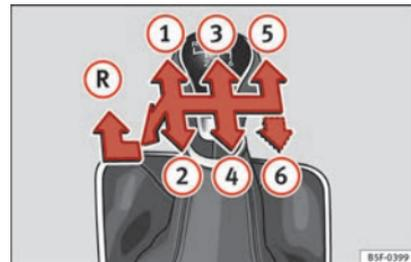

Fig. 42 Esquema de un cambio manual de 5 marchas o bien de 6 marchas.
En la palanca de cambios se indican las posiciones de las marchas » **fig. 42**.
- Con la palanca de cambios en punto muerto, presiónela hacia abajo, muévala a la izquierda hasta el final y después hacia delante para seleccionar la marcha atrás »» **fig. 42** **R**.